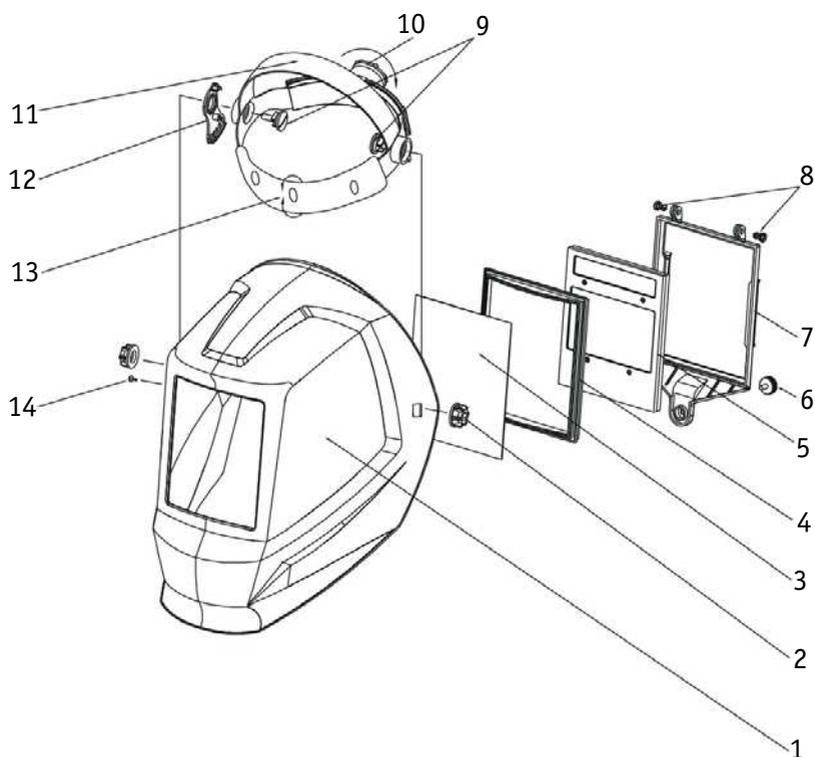

Рис. 2.
1. Корпус щитка устанавливается в сборе со светофильтром. Соедините корпус щитка и головник с помощью фиксаторов и гаек (См. рис. 2).
- **Горизонтальная регулировка обхвата головы:** нажмите регулятор (См. рис. 2, п. 16), поверните ручку по часовой стрелке, чтобы уменьшить размер головки, и против часовой – чтобы увеличить. Щиток должен плотно сидеть на голове.
- **Вертикальная регулировка системы крепления:** уменьшите или увеличьте размер ремня (См. рис. 2, п. 17), отрегулируйте размер головки так, чтобы глаза сварились в средней части светофильтра.
- **Регулировка наклона щитка:** отрегулируйте затяжку винтов и положение фиксаторов сегментной регулировки (См. рис. 2, п. 18) для удобного угла обзора. Убедитесь, что щиток свободно опускается и не сползает.